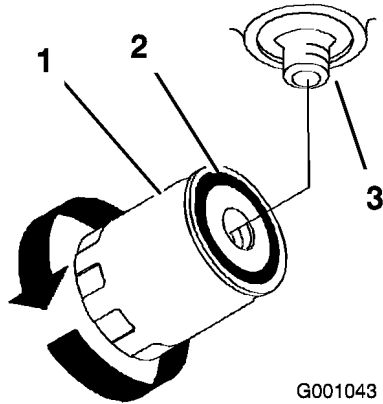

Figura 56
4. Aplique una capa fina a la junta de goma del filtro nuevo (Figura 56).
6. Llène el depósito de aceite hidráulico con aceite hidráulico hasta que éste rebose por encima del filtro, gire el filtro en el sentido de las agujas del reloj hasta que la junta de goma entre en contacto con el adaptador del filtro, luego apriete el filtro media vuelta más (Figura 56).